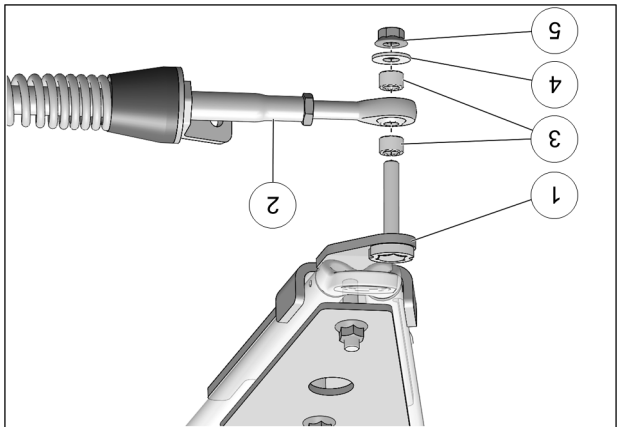

Fig. 21
8. Fixer le bras stabilisateur (2) à l'ancrage de suspension (1) à l'aide des deux espaceurs (3), de la rondelle (4) et de l'écrou autobloquant (5). Serrer à un couple de 70 N•m [52 lb•pi]. Voir la Fig. 21